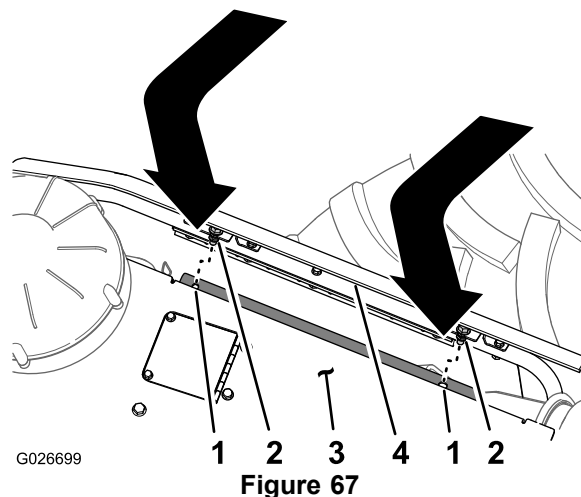

Figure 67
- Alignez le boulon de fixation au sommet du panneau latéral et le trou dans la bride de support du panneau de capot (Figure 67).